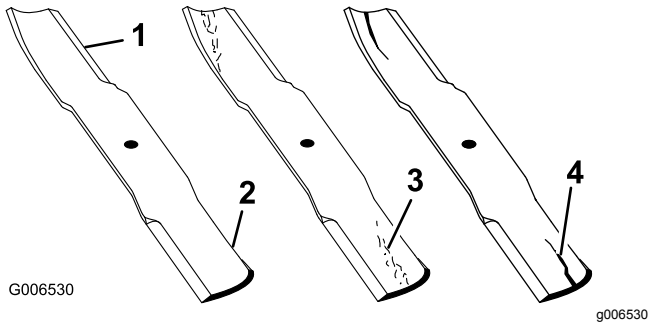

Figura 51
1. Inspeccione los filos de corte (Figura 51).
2. Inspeccione las cuchillas, especialmente la parte curva (Figura 51).
Nota: Si observa daños, desgaste o la formación de una ranura en esta zona (Figura 51, 3 y 4), instale inmediatamente una cuchilla nueva.